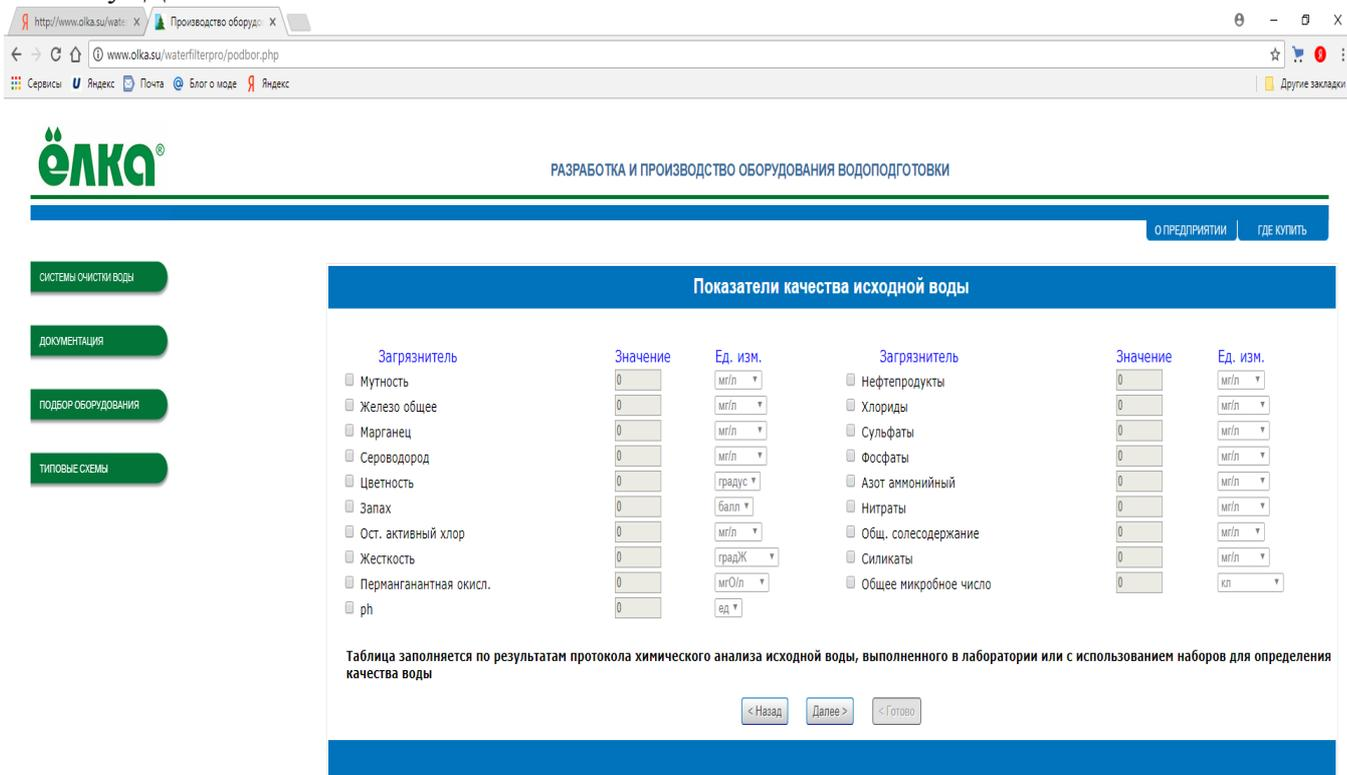
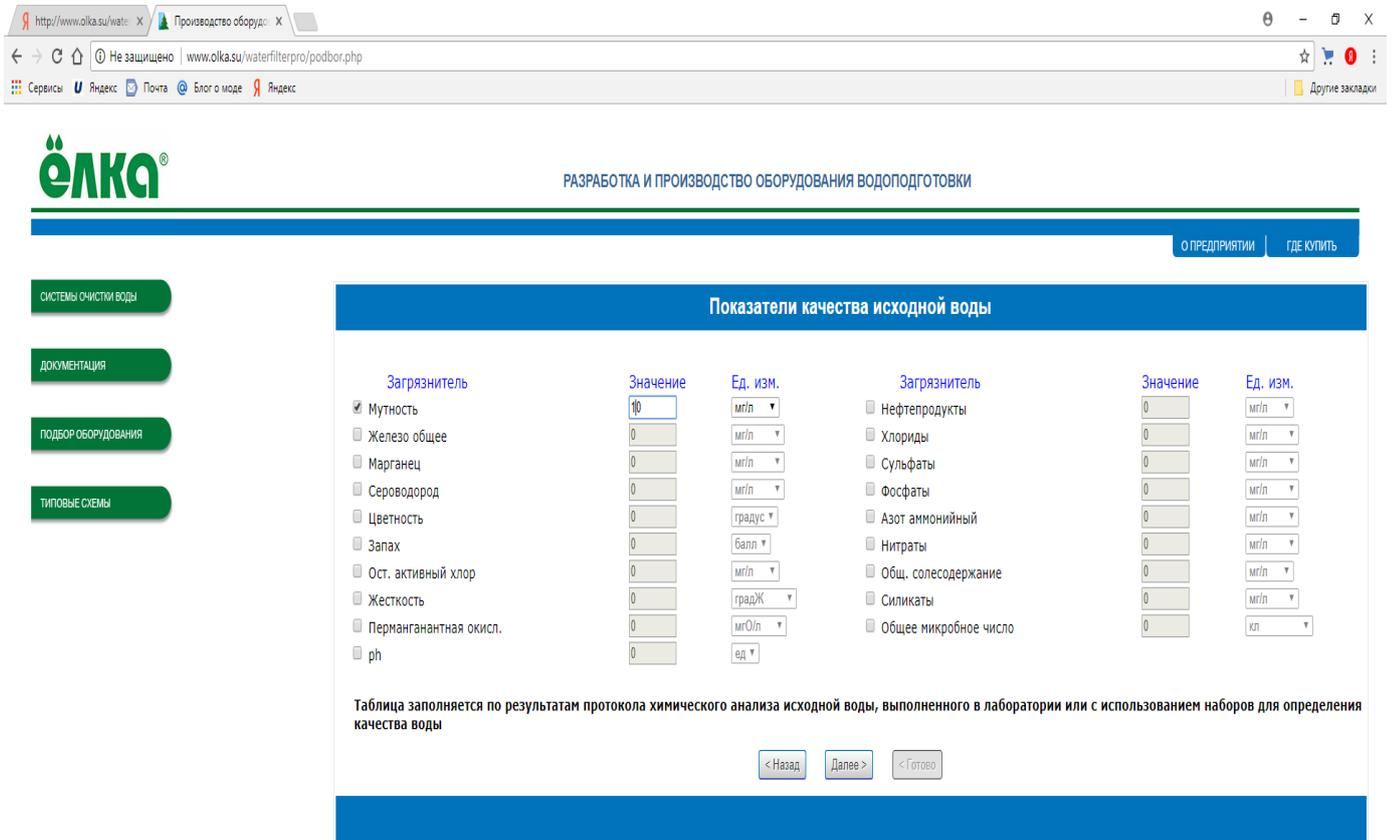
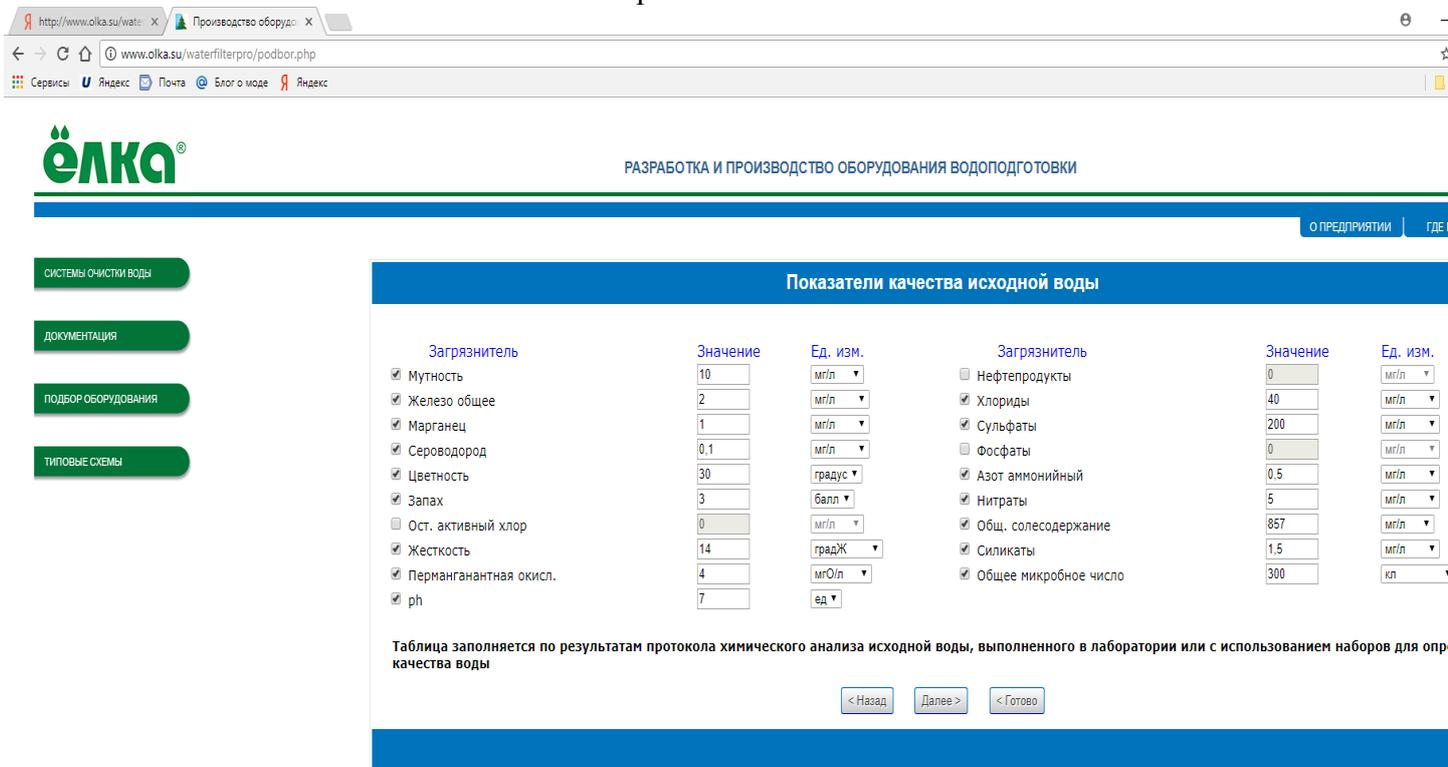

рис. 6
рис. 7
рис. 8
3.1.5. В открывшемся окне (см. рис. 6) необходимо ввести качественные показатели исходной воды, которые выбираются из задания на КП. Сначала выбирается показатель качества и активируется его окно, например "Мутность", а затем вносится его численное значение, например 10 мг/л (см. рис. 7). Аналогичным образом вносятся все остальные показатели (см. рис. 8). Нажать клавишу "Далее".